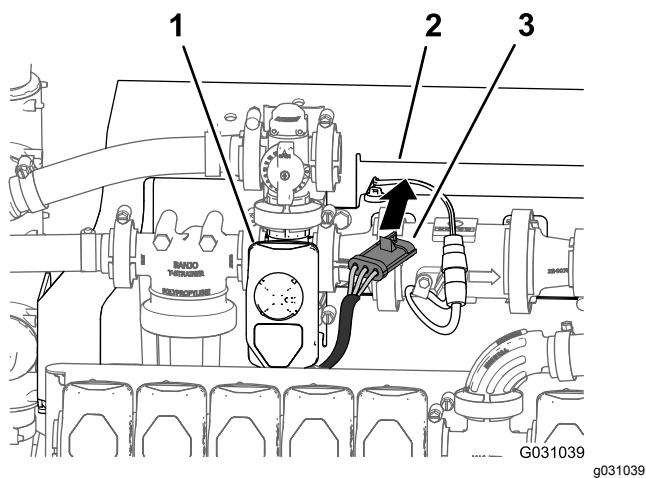

图129
5. 将搅拌阀线束的 3 针接头放在歧管安装架的前面图 129。